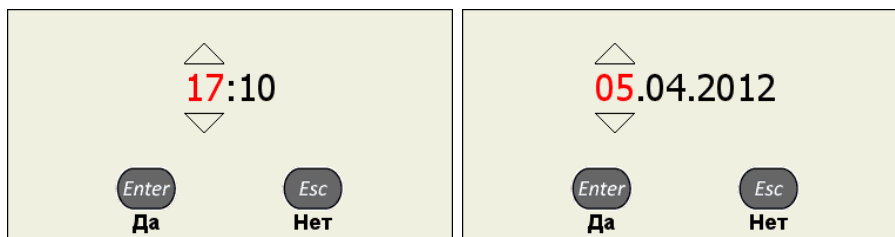

Рисунок 34
- в открывшемся окне редактирования (рисунок 34) клавишами  выбрать разряд для редактирования;